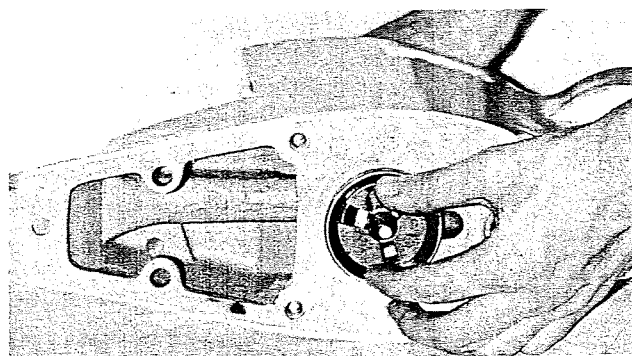

Fig. 15
3. Lossa styrpluggarna (18) tag bort backhaken och plastbrickorna (66) samt slitbricka (26).
4. Avlägsna de två tätningarringarna (14) och nållagret (13) med hjälp av verktygen 884259 och 9991801 samt pressa ur bussningen (12).
5. Demontera axeln (4) för växeloket (2) och drag ut detta.
6. Drag ut lagerbanan (18 fig. 40) för axiallagret. Använd verktygen 884140 och 884143, se fig. 15.
7. **Vid behov demonteras backhaken enligt följande.** Demontera axeltapparna (53), tag bort fjädrar (63) samt fjädrar (54) och lossa fjädrarna (64). OBS! Håll i fjäderaxeln (55) så att den ej flyger iväg. Skruva loss muttrarna (61), tag bort fjäderhakarna (58) och (60) samt distansbrickorna (49) och backhaken (47). Lyft bort lagringen (48) samt axeln (59) och tryckstången (50).